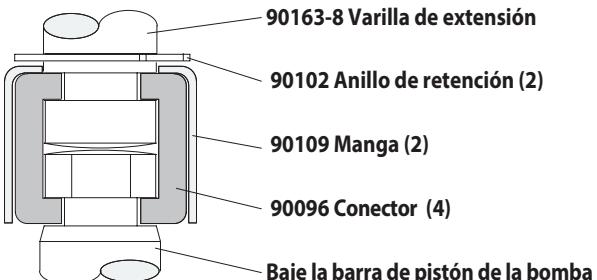

Figura 2
- Utilizando pinzas de anillo e, deslice el anillo de retención lo suficiente como pará permitir la manga para moverse hacia arriba y suelte los dos conectores (ver figura 2). onga a un lado el motor de aire.